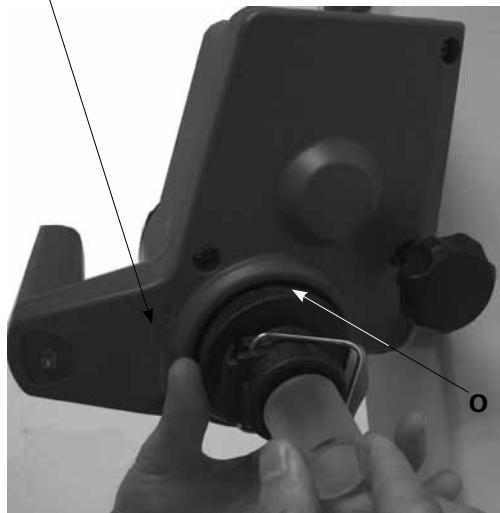

Fig.14a
- Откройте стопорное устройство (**O**) на приводной головке, повернув ее на 60° против часовой стрелки. (Fig.14a)